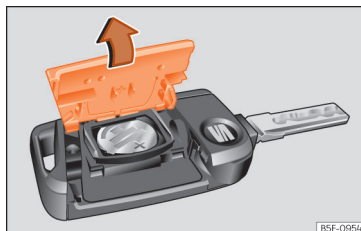

Abb. 141 Fahrzeugschlüssel: Deckel des Batteriefachs öffnen.
- Abdeckung auf der Rückseite des Fahrzeugschlüssels **» Abb. 141** in Pfeilrichtung abnehmen **» ⚠**.
- Abdeckung wie gezeigt ansetzen **» Abb. 141** und entgegen der Pfeilrichtung auf das Fahrzeugschlüsselgehäuse drücken, bis sie einrastet.